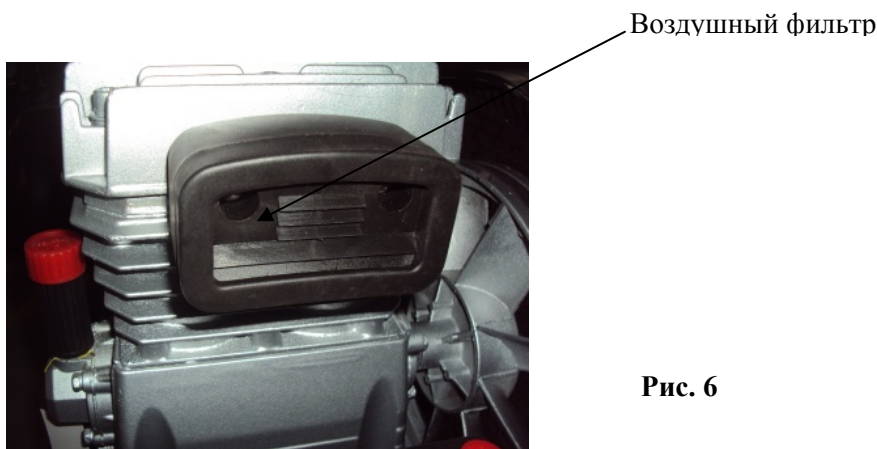

Рис. 6
- (1) Установите / замените воздушный фильтр (рис. 6).
- (2) Если в ресивере находится сжатый воздух, не отсоединяйте части, которые могут находиться под давлением.
- (3) Когда компрессор находится под напряжением, не отсоединяйте никакие электрические компоненты.
- (4) Никогда не регулируйте клапан безопасности – это может привести к аварийной ситуации.
- (5) Не используйте компрессор в помещениях с нестабильным сетевым напряжением.
- (6) Кабель питания должен быть сечением не менее 1.5 мм2 и не более 5 м в длину.
- (7) Никогда не прекращайте работу, выдергивая кабель питания вместо выключения при помощи блока управления.
- (8) Когда компрессор выключен, сжатый воздух в выпускной трубке необходимо полностью выпустить через выпускное отверстие. Перезапускайте компрессор только после устранения неисправностей. В противном случае, может быть поврежден двигатель.